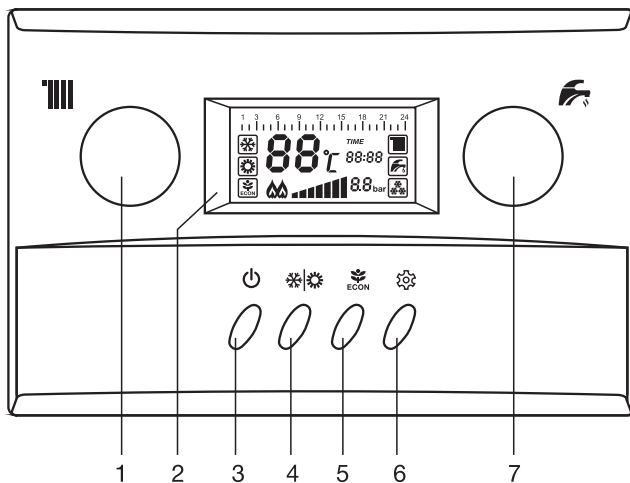

Рис. 5
3.9. Вид панели управления модели с жидкокристаллическим дисплеем (рис. 5, табл.2)